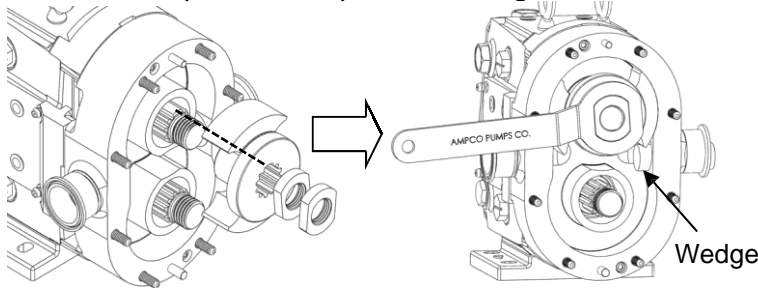

Figura 62: Instalar rotores y apretar contratuercas
2) Instale el rotor en cualquiera de los ejes alineando el diente de la ranura grande del eje con la ranura de la lengüeta grande del rotor. Asegure el rotor en el cuerpo con las contratuercas. Coloque una tuerca a la vez, apretándolas con la llave suministrada y una cuña no metálica para mantener el rotor en su lugar (Figura 62). Vea la Tabla 7 para conocer los valores de par de torsión requeridos. Repita con el segundo rotor.